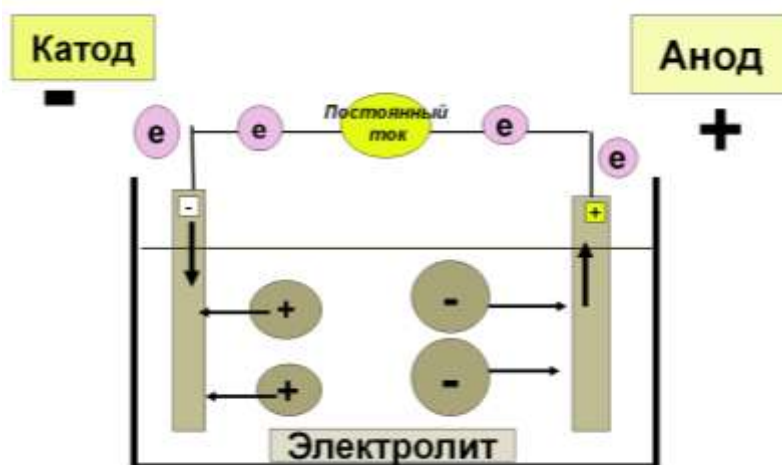

Рис. 1 Схема Электролизера
*Электролизер* (электролитическая ячейка для электролиза) содержит раствор или расплав электролита (рис. 1), в который погружены два электрода.